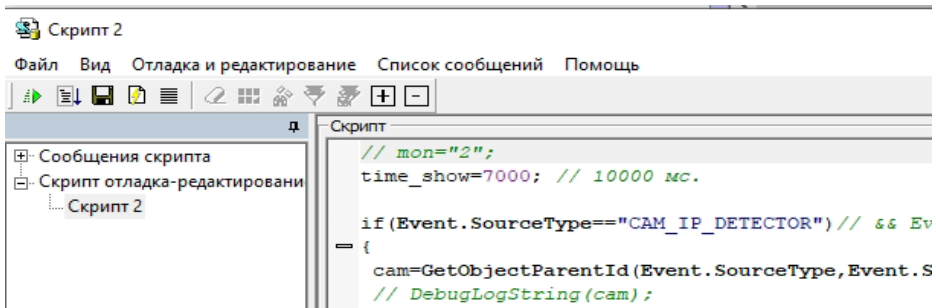

Рисунок 23 – Настройка времени завершения тревоги
- 2.1. Открыть «Редактор – Отладчик» созданного ранее скрипта (Рисунок 23);